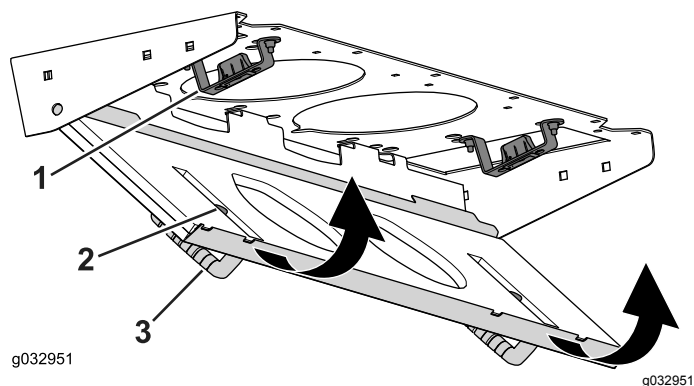

Figura 123
4. Ruotate lo schermo del filtro attorno alle alette fino a quando il fermo non si blocca nel gruppo del supporto del fermo (Figura 123).